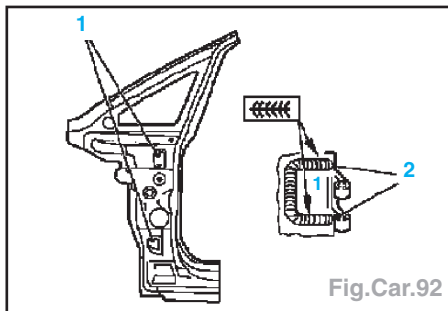

Fig.Car.92
- Souder (2) les charnières (1) (Fig.Car.92).